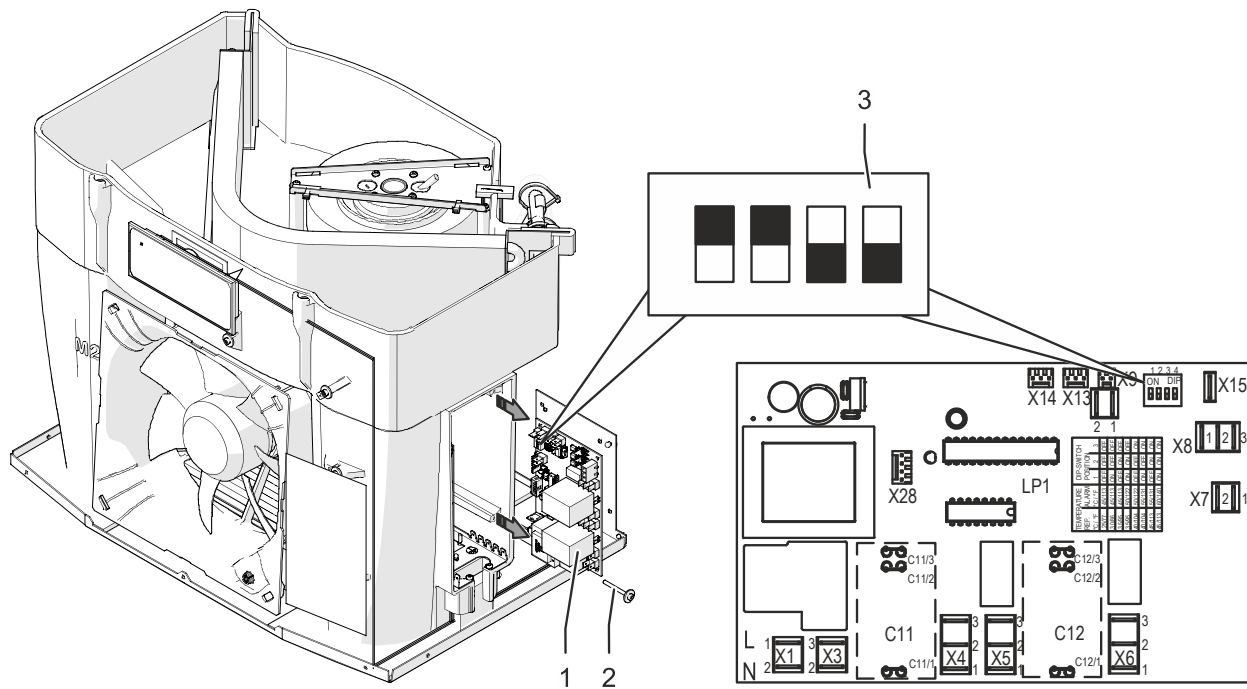

Fig.22: Impostare il DIP switch
2. Rimuovere la vite in plastica (Fig.22, pos. 2).
3. Estrarre la scheda del controller (Fig.22, pos. 1).
4. Impostare il DIP switch (Fig.22, pos. 3) sul controller in base a "Opzioni d'impostazione DIP-switch", Pagina 41.